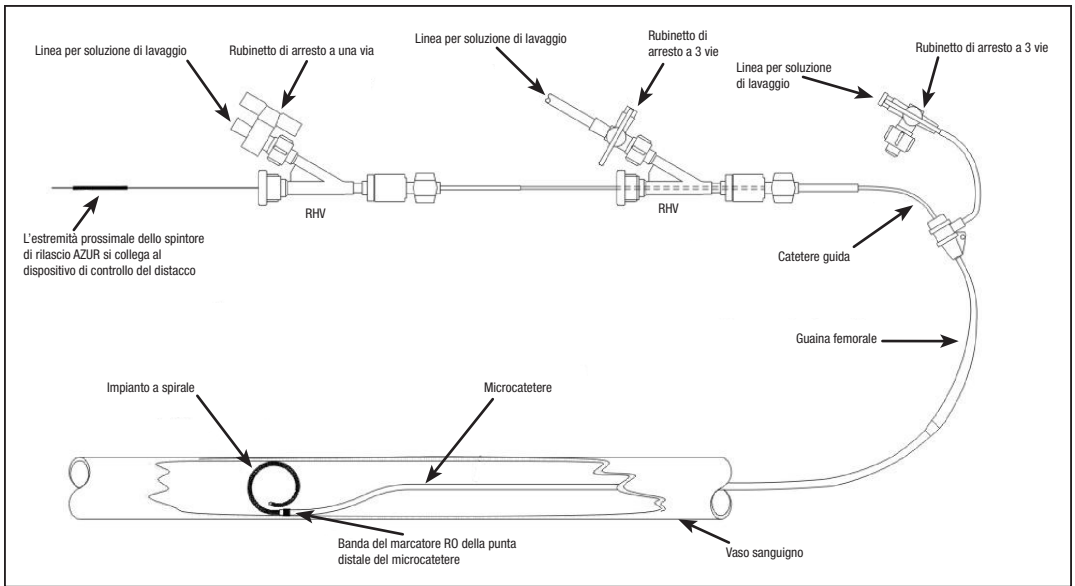

Figura 1: schema di configurazione del sistema AZUR
- **NQN** utilizzare in combinazione con dispositivi a radiofrequenza (RF).
1. Fare riferimento alla Figura 1 per lo schema di configurazione.
5. Utilizzando procedure interventistiche standard, accedere al vaso con un catetere guida. Il catetere guida deve avere un diametro interno (DI) sufficientemente grande da consentire l'iniezione del mezzo di contrasto mentre il microcatetere è in posizione. In questo modo è possibile eseguire una mappatura fluoroscopica durante la procedura.